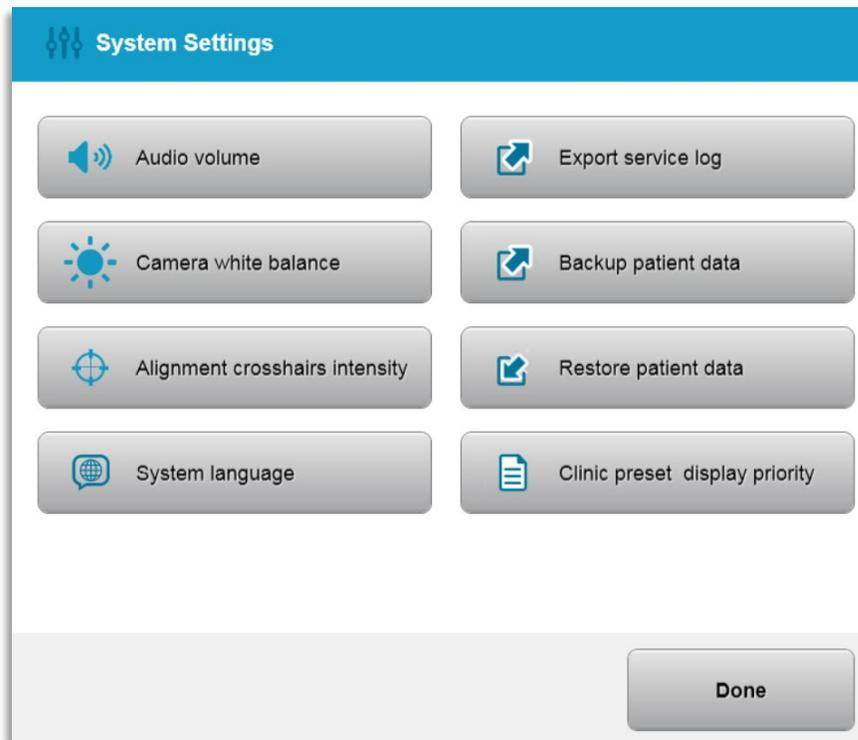

Figura 3-52. Menu System Settings (Impostazioni di sistema)
- Selezionare “System Settings” (Impostazioni di sistema) dal menu Options (Opzioni) per accedere alle impostazioni di sistema mostrate nella Figura 3-52.